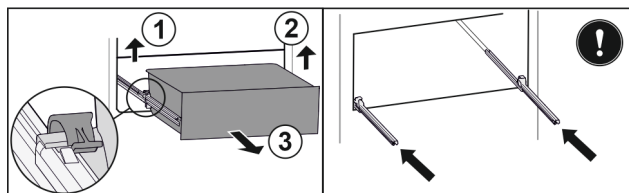

Fig. 149
- ▶ Levante la brida izquierda y, simultáneamente, tire de la parte izquierda del cajón hacia delante. Fig. 149 (1)
- ▶ Levante la brida derecha y, simultáneamente, tire de la parte derecha del cajón hacia delante. Fig. 149 (2)
- ▶ Extraiga el cajón hacia delante. Fig. 149 (3)